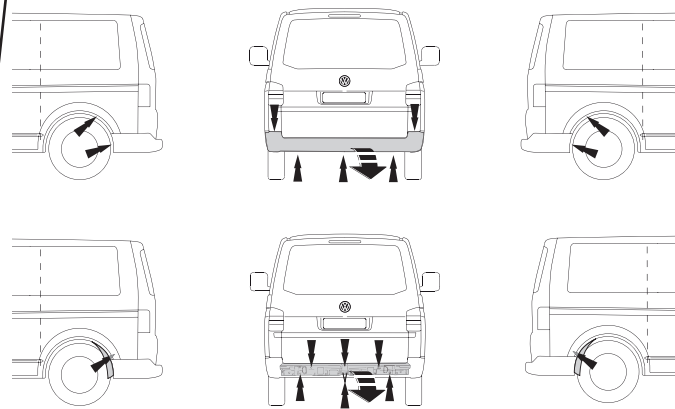

Fig.3
1. Снять оба блока задних фар. (на рис. 3)
2. Снять бампер вместе со стальным буферным брусом автомобиля; буферный брус больше не понадобится. Поставить болты на место. (на рис. 3)
1. Снять бампер. (на рис. 3, 3a)
2. Снять арматуру бампера. (на рис. 3, 3a)